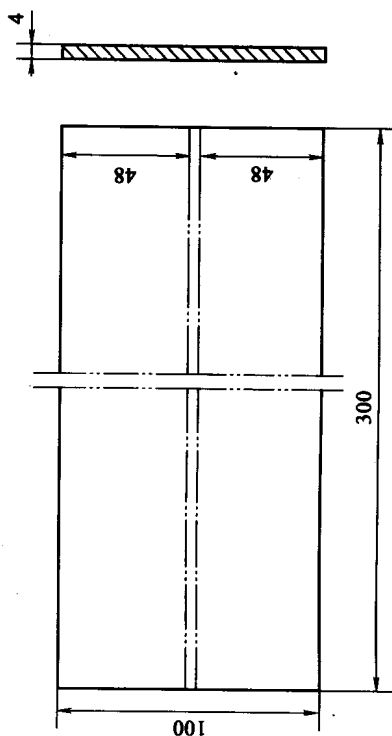

图 2-1-2
3. 若欲将图 2-1-2 所示的工件沿长度方向分成宽度为 48 mm 的两块，则应采用 _____ 装夹进行铣削较为方便；若装夹时螺钉上端距工作台面高度为 50 mm，切断时应选择 _____ × _____ 的 _____（a. 粗齿 b. 细齿）锯片铣刀（见附表）；装夹时工件的切缝应位于 _____ 上方，并应在工件和 _____ 之间加一块较厚的 _____，以增加工件的刚度。